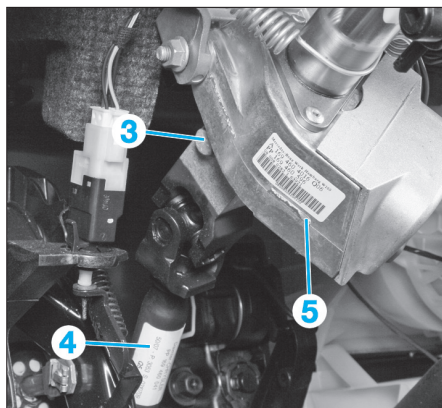

FIG. 5
- Déposer la fixation (3) puis désaccoupler l'arbre de colonne de direction (4) du tube de colonne de direction (5) (Fig.5).
- Désaccoupler l'arbre de colonne de direction du tube de colonne de direction (Fig.5).